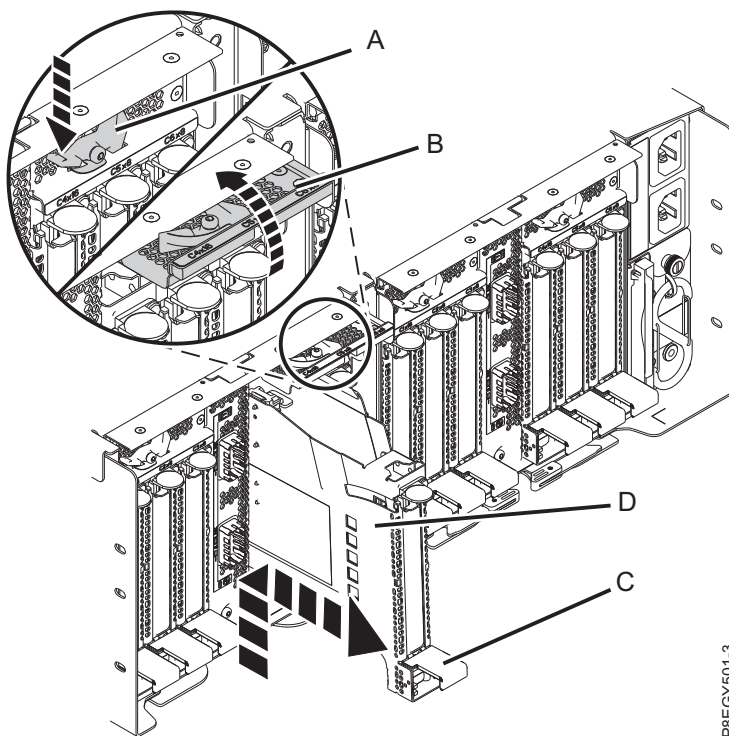

Figura 19. Extracción de una casete del adaptador PCIe del cajón de expansión PCIe3
- a. Presione la palanca del mecanismo de cierre (A) de la ranura de destino, como se muestra en la Figura 19. Esta acción hará girar la puerta del mecanismo de cierre hacia arriba hasta la posición de abierto. Vea (B) en la Figura 19.
- b. Levante el asa de la casete (C) y tire de la casete (D) para sacarla de la ranura, como se muestra en la Figura 19.